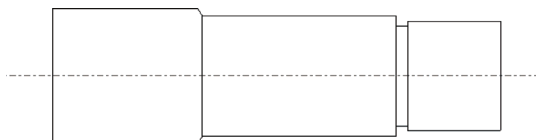

图 2-71 打开模型文件
STEP 01 单击快速访问工具栏中的“打开”按钮，打开模型文件，如图 2-71 所示。